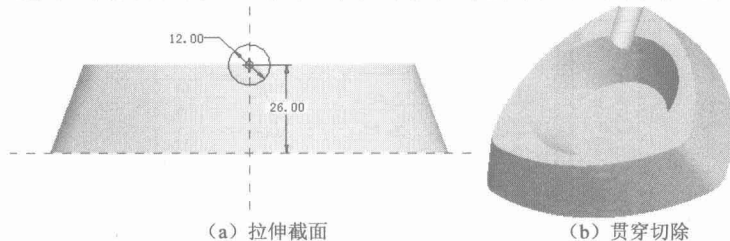

图1-7
5. 选择 FRONT 基准面绘制如图 1-7 (b) 所示圆形拉伸切除, 拉伸截面如图 1-7 (a) 所示。